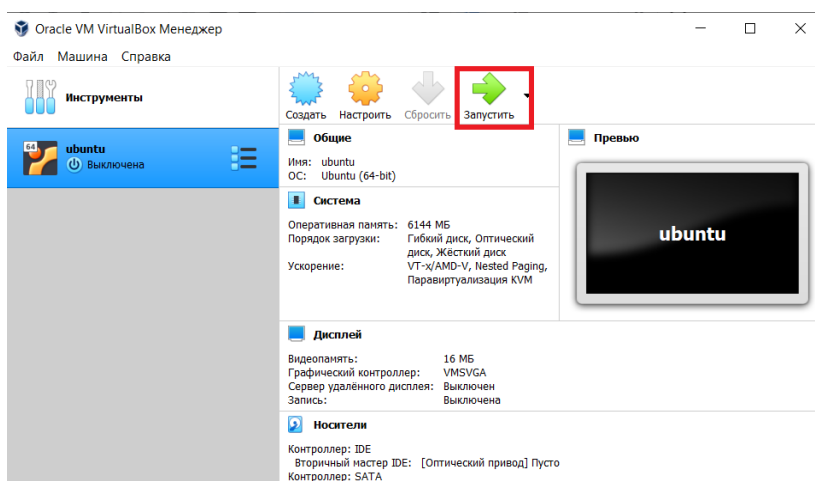

Рис. 8. Запуск виртуальной машины
7.1. Нажать кнопку «Запустить» (рис. 8)